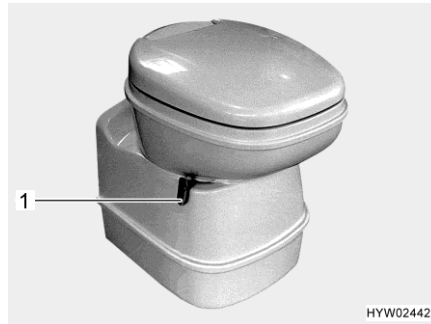
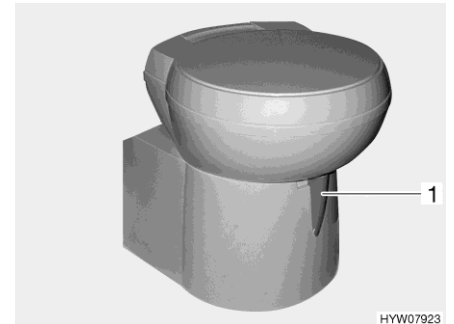

Bild 281 Thetford-Toilettenschüssel, schwenkbar
Bild 282 Thetford-Toilettenschüssel, schwenkbar (Alternative)
- Vor dem Spülen den Schieber der Thetford-Toilette öffnen. Dazu den Schieberhebel (Bild 281,1 bzw. Bild 282,1) entgegen dem Uhrzeigersinn schieben.